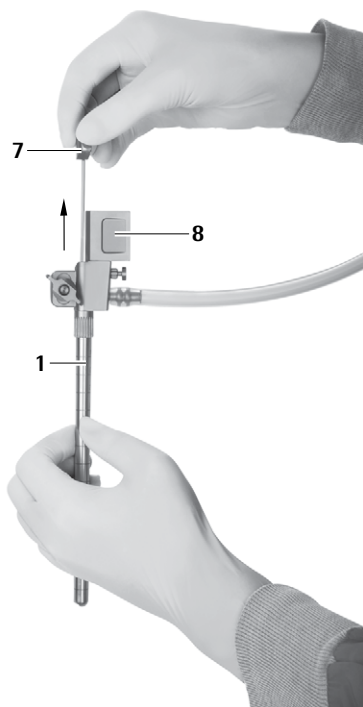

Fig. 9
- Estrarre l'otturatore per canale di lavoro ovale 7 attentamente dal trocar MINOP InVent 1, vedere Fig. 9.